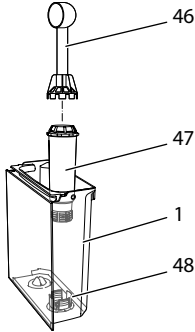

Fig. 25: Enroscar/denroscar el filtro de agua
- Retire el filtro de agua cuando la máquina visualice el requerimiento (véase Fig.25, página 177).